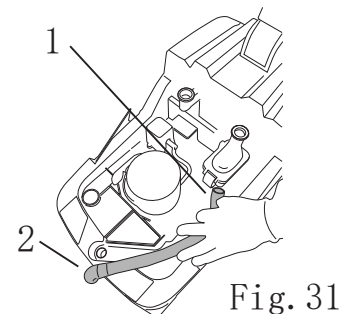

Fig. 31
- 将水管从节流阀（图31，编号1）和前吸水扒（图31，编号2）上脱离。